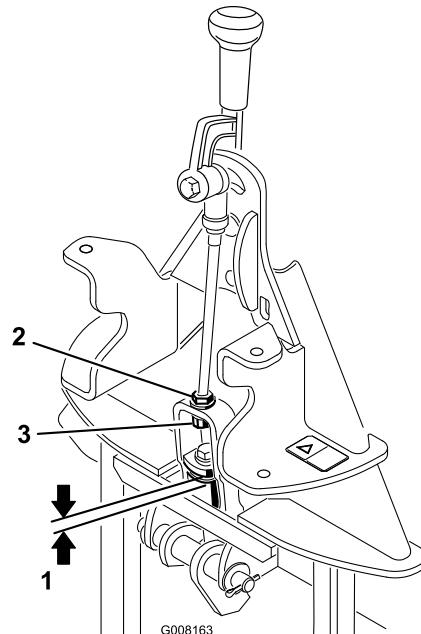

Figura 5
- Meça a falha entre a anilha superior e a cunha do conjunto articulado no adaptador de acessórios, conforme se indica em Figura 5.